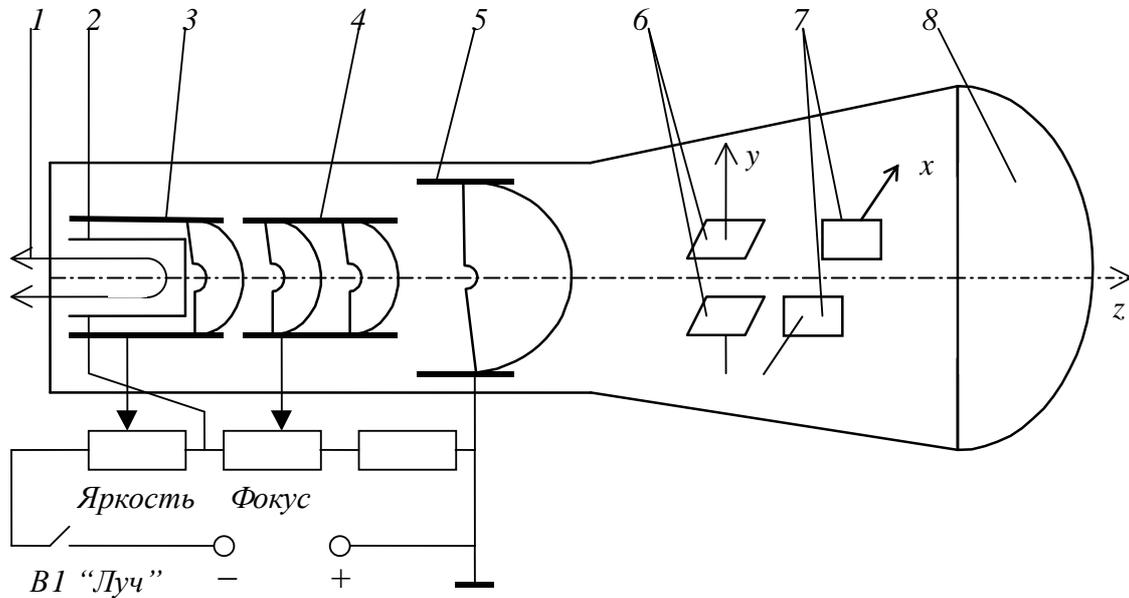
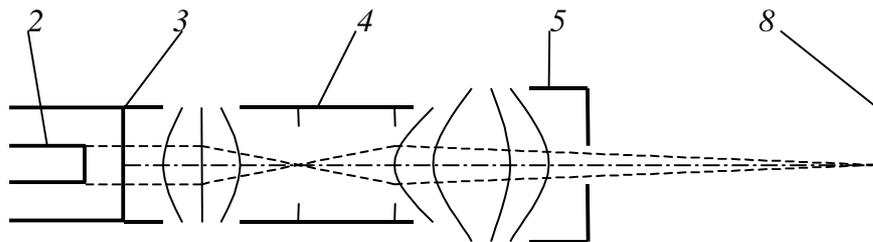

Рис.1
Рис.2
Трубка состоит из откачанной до высокого вакуума (порядка 10^{-6} мм рт.ст.) стеклянной колбы, внутри которой расположены катод (2) с подогревателем (1), управляющий электрод-модулятор (3), первый (фокусирующий) анод (4), второй анод (5), вертикально отклоняющие (6) и горизонтально отклоняющие пластины (7) (рис.1).
Подогреватель, катод, модулятор и оба анода образуют так называемую электронную пушку (рис.2). Обозначения деталей ЭЛТ на этом рисунке такие же, как на рис.1. Назначение электронной пушки – сформировать узкий направленный пучок электронов и обеспечить управление его интенсивностью и фокусировкой.
Б. Модулятор с анодами образует фокусирующую систему. На рис.2 штриховыми линиями показаны примерные границы пучка электронов в ЭЛТ на пути от места его возникновения – катода до экрана. Тонкие кривые линии являются следами эквипотенциальных поверхностей электрических полей на плоскости рисунка.
Таким образом, рассмотренная система электродов ЭЛТ с описанной конфигурацией электрических полей действует на пучок электронов как две собирающие линзы (так называемые *электростатические линзы*). Изменяя напряжение на фокусирующем электроде (ручка «Фокус» на панели управления осциллографа), можно изменять структуру эквипотенциальных поверхностей *обеих* электростатических линз и фокусное расстояние системы. При правильно установленных потенциалах на всех электродах пучок фокусируется на флюоресцентном экране (см. рис.2).
1. Ручкой «Яркость» изменяется потенциал модулятора по отношению к катоду (см. рис.1) и тем самым изменяется интенсивность электронного пучка и, следовательно, яркость изображения.